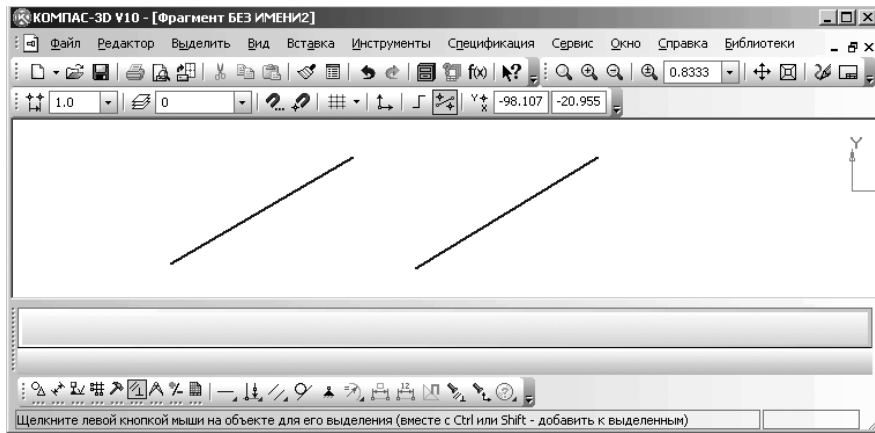

Рис. 1.95. Главное окно системы в режиме создания фрагмента и начале параметризации
- щелкните в **Компактной панели** по кнопке переключателя – **Параметризация**, а затем в появившейся панели инструментов по кнопке, устанавливающей нужное вам ограничение, например, по первой кнопке – **Горизонтальность** (Вертикальность). Появится соответствующая **Панель свойств: Горизонтальность** (Вертикальность), показанная на рис. 1.95. В строке сообщений, в нижней части главного окна появится сообщение: **Укажите отрезок или прямую для горизонтальности**;